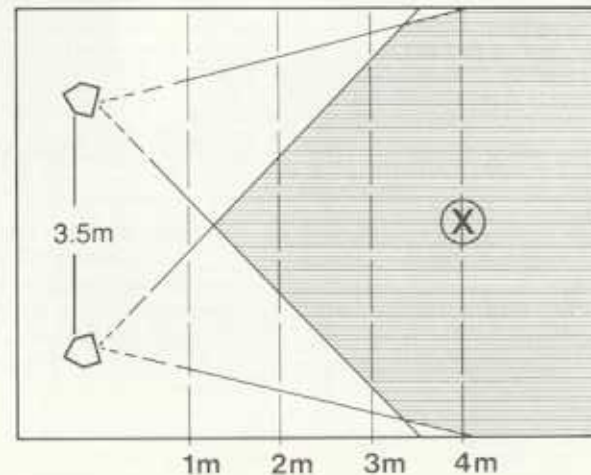
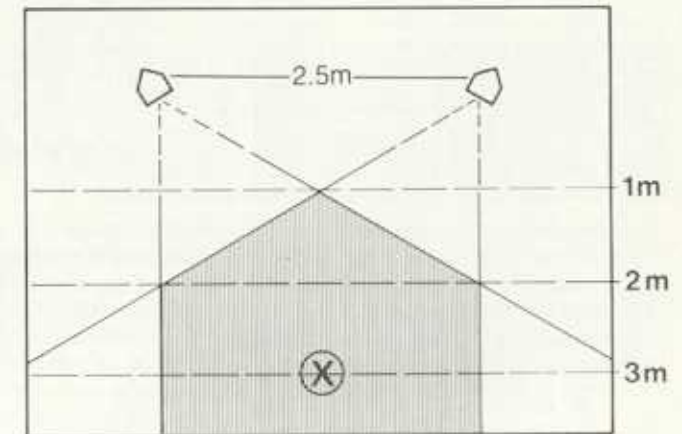
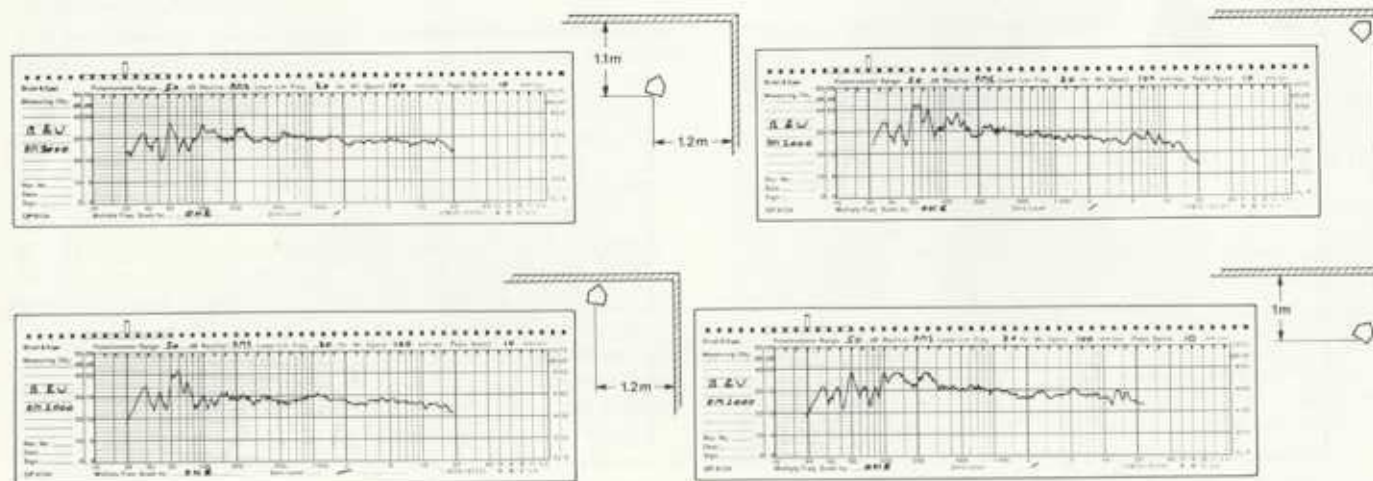

FIG. 3
FIG. 4
FIG. 5
**3** The actual position of your loudspeakers within the listening room can widely influence sound reproduction. Two typical positions are shown in figs. 3 & 4.
The environmental measurements on page 6 show the wide variation which can be achieved by loudspeaker positioning. We cannot emphasise too strongly that time spent in experimenting with the position of your loudspeakers is invariably worthwhile. Fig. 5.
Die Umgebungsmessungen auf Seite 6 zeigen Ihnen die grossen Unterschiede bei verschiedenen Lautsprecher-Positionierungen. Fig. 5.
3 De plaatsing van de luidspreker beïnvloedt zeer sterk de geluidswaardering. Twee typische voorbeelden ziet U in Fig. 3 en 4. De ruimtelijke metingen geven U een idee van de vele variaties die mogelijk zijn naargelang de plaatsing. Wij kunnen niet genoeg benadrukken hoe lonend het is tijd te besteden aan het zoeken naar een goede plaatsing van de luidspreker. Fig. 5.
3 L'emplacement des enceintes acoustiques dans une pièce joue un rôle important sur la qualité de la reproduction sonore. Les fig. 3 et 4 vous donnent deux façons traditionnelles pour disposer les enceintes.
Quelques mesures relatives à l'influence de l'environnement montrent que selon l'emplacement des enceintes, des résultats très différents peuvent être obtenus. C'est pourquoi nous insistons pour vous dire que le temps passé à rechercher le meilleur endroit pour vos enceintes n'est pas perdu. Fig. 5.
3 L'ubicazione del Suo altoparlante nel locale di ascolto può influenzare la qualità ricettiva della musica, come può constatare dalla fig. 3 e fig. 4. Le misurazioni dell'ambiente, riportate mostrano notevoli differenze a seconda della disposizione dell'altoparlante fig. 5.